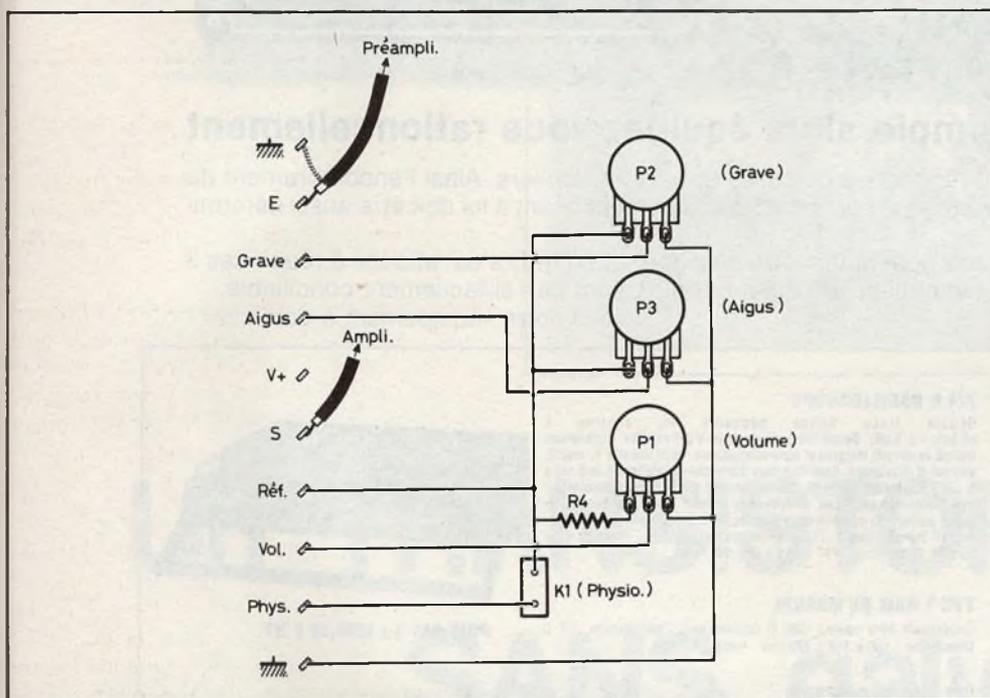

Fig. 3. - Raccordement des divers potentiomètres à la maquette présentée.
Seule la résistance R4 est extérieure au circuit pour être soudée entre l'inter K1 et le potentiomètre de volume P1 (fig. 3). Le crachement d'un potentiomètre peut être éliminé en montant une capacité entre curseur et masse, chose impensable dans un montage classique.
**Fig. 3 c. - Réalisation pratique du support universel pour tous les boîtiers de transistors. Les lamelles en laiton proviennent de pile de 4,5 V.**
Reste à confectionner les lamelles de contact. Il s'agit de lamelles laiton récupérées sur des piles de 4,5 V usagées. Coupez quatre morceaux de 15 mm de long et pliez-les comme indiqué à la figure 3. Après pré-étamage ils seront soudés sous le circuit imprimé. Remarquez l'orientation en oblique pour les deux brochages de transistors de « puissances modérées ».
La lamelle collecteur est commune à tous les boîtiers de puissance. Il faut une lamelle entière de cathode de pile. A souder comme indiqué figure 3.